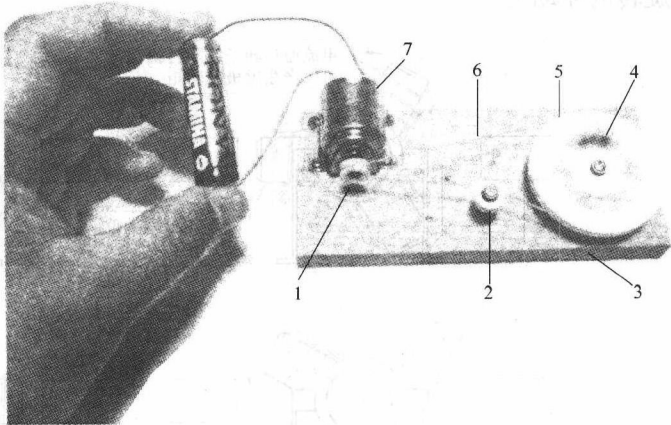

图 1-20 玩具电动机的发电实验装置
2. 玩具电动机发电实验 玩具电动机的发电实验装置如图 1-20 所示，实验过程如下：